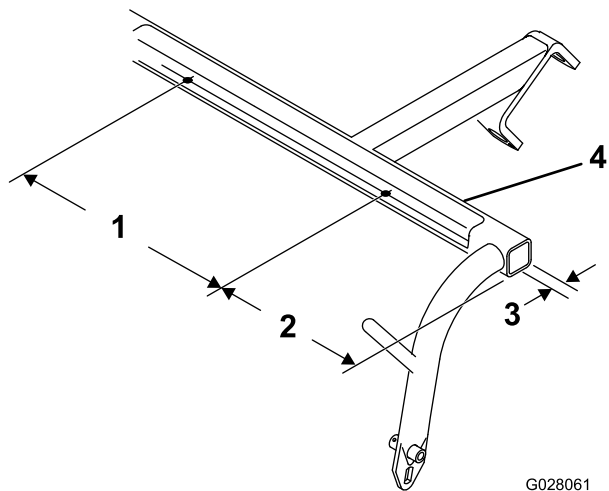

Figura 2
1. Usando las dimensiones indicadas en Figura 2, perforo 2 taladros de 5,6 mm de diámetro en la parte inferior del tubo transversal de cada brazo de tiro.